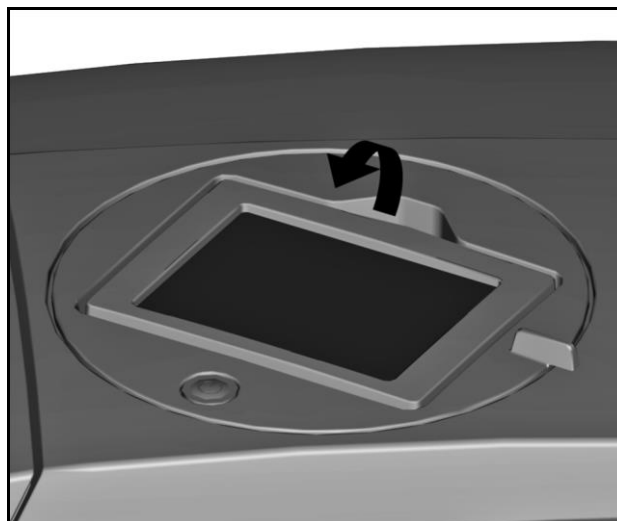

Figura 11 Painel tátil em posição inferior
- 1 Eleve o painel tátil até à posição pretendida (consulte "Figura 11 Painel tátil em posição inferior").